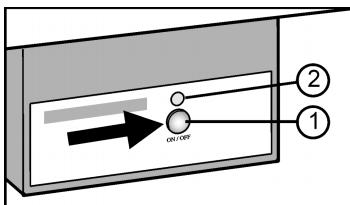

Fig. 11
- Appuyer sur la touche On/Off Fig. 11 (1) afin que la DEL Fig. 11 (2) s'allume.